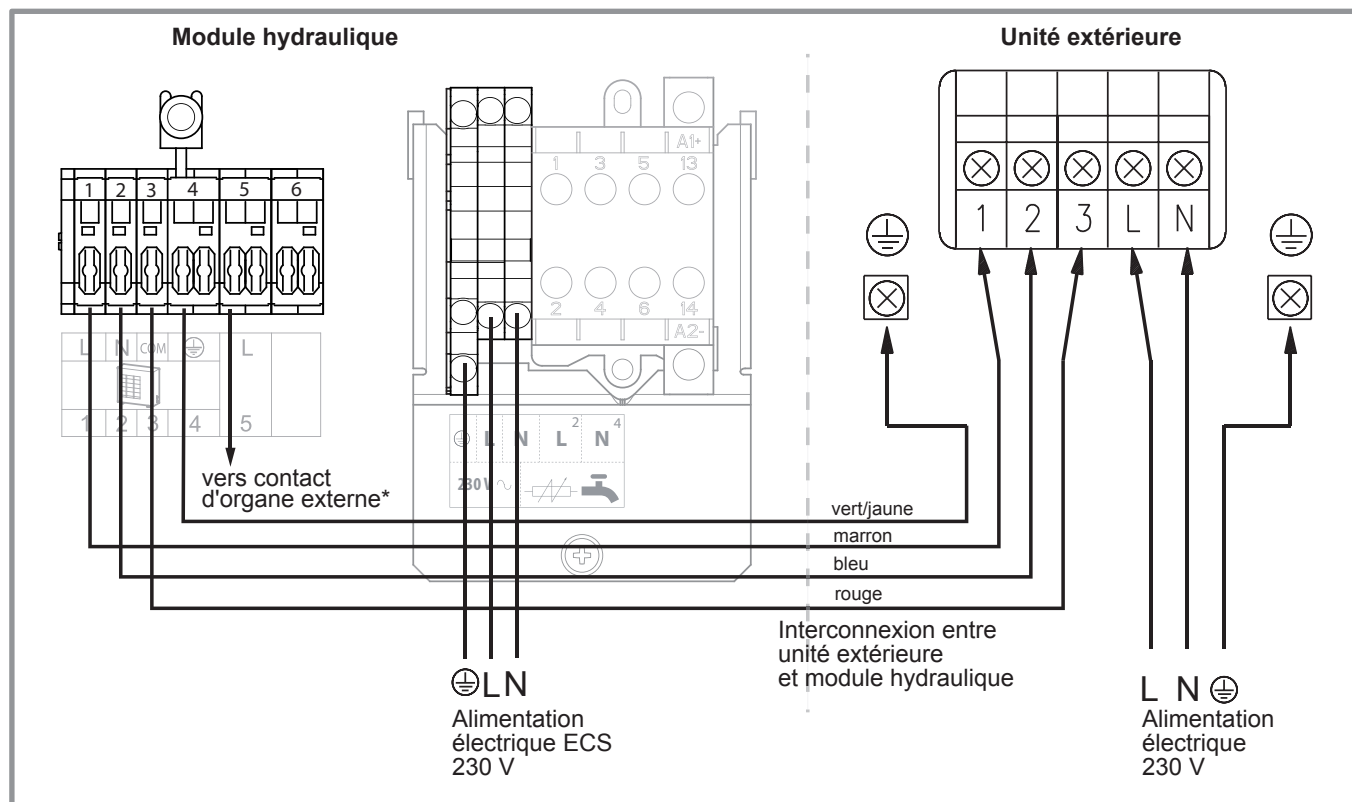

figure 29 - Raccordement aux borniers et relais de puissance
- Effectuer les raccordements suivant le schéma (figure 29).